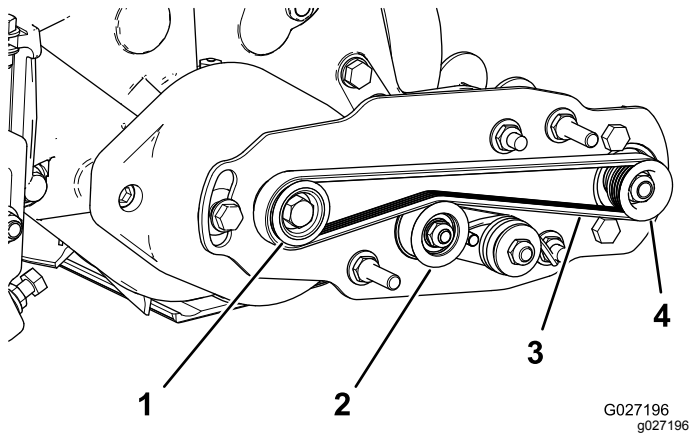

Bild 16
- Verlegen Sie den Riemen um die **Antriebsscheibe** und dann über die Oberseite der Spansscheibe (Bild 16).